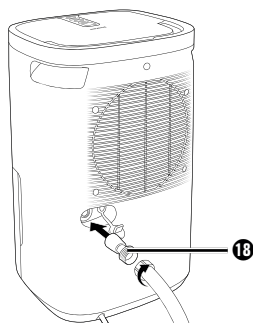

Fig. 3
- ◆ Si vous utilisez l'adaptateur pour tuyau d'arrosage UE **18**, vissez maintenant un tuyau d'arrosage sur l'adaptateur pour tuyau d'arrosage UE **18** (voir la figure 3).